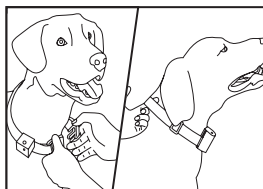

Fig. 6
- » Lasciare sempre un dito di spazio tra il collare e il collo dell'animale (Fig. 6).